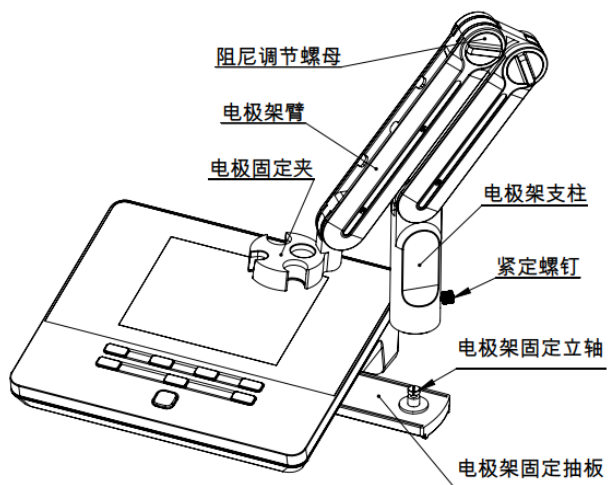

图 4-4 多功能电极支架安装示意图
- 2) 将多功能电极架支柱 (如图 4-4) 插入电极架固定立轴上;